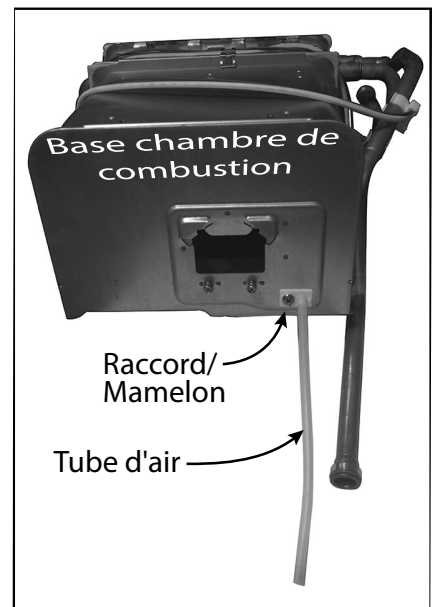

Figure 58
10.1 Retirez le tube transparent se trouvant au fond de la chambre de combustion (Figure 58).